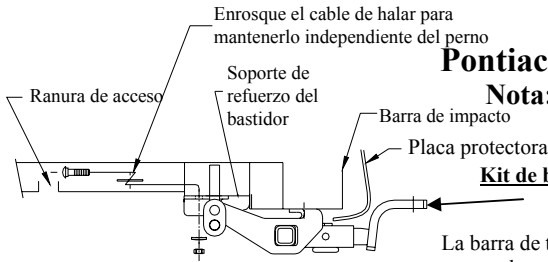

Figura 3
- Inserte con el alambre guía el espaciador y el perno de carruaje a través de la ranura de acceso en el larguero del bastidor y hacia el orificio perforado en el paso 2, ambos lados. Enrolle el alambre para el área estrecha (como se muestra en la Figura 3).